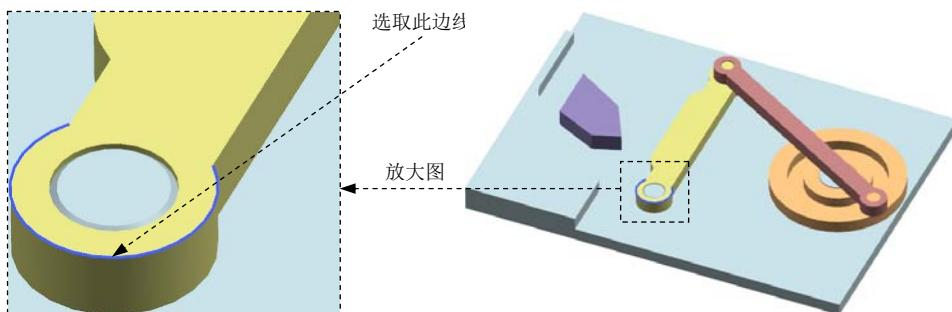

图 8.1.5 定义连杆 4 中的旋转副
Step12. 定义连杆 4 中的旋转副。选择下拉菜单**插入 (S)** → **运动副 (J)...** 命令，系统弹出“运动副”对话框；在“运动副”对话框**定义**选项卡的**类型**下拉列表中选择**旋转副**选项；在模型中选取图 8.1.5 所示的圆弧边线为参考，系统自动选择连杆、原点及矢量方向；单击**确定**按钮，完成旋转副的创建。